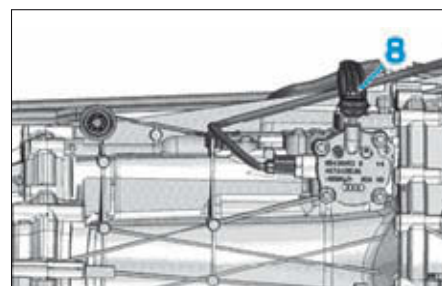

FIG. 8
- En passant par le caisson d'eau, déposer la vis (8) de barre d'accouplement de tringle de poussée sur l'arbre de commande des vitesses (Fig.8).